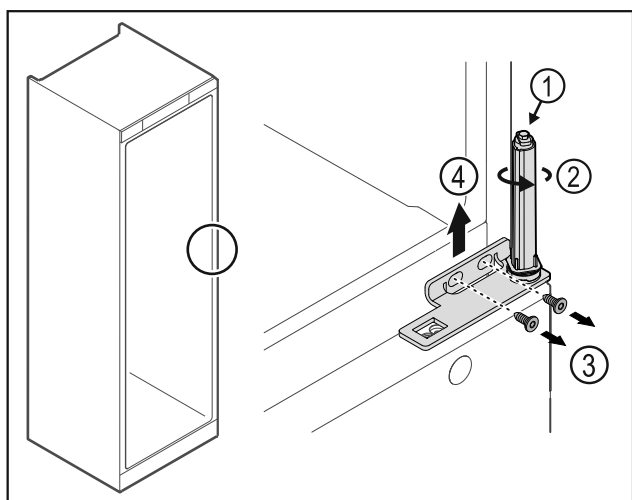

Fig. 27
- Du må ikke adskille dørlukkesystemet Fig. 27 (1).
- Drej lukkesystemet Fig. 27 (2), indtil det klikker.
- Løsn skruerne Fig. 27 (3), og tag hængselvinklen af Fig. 27 (4) opefter.